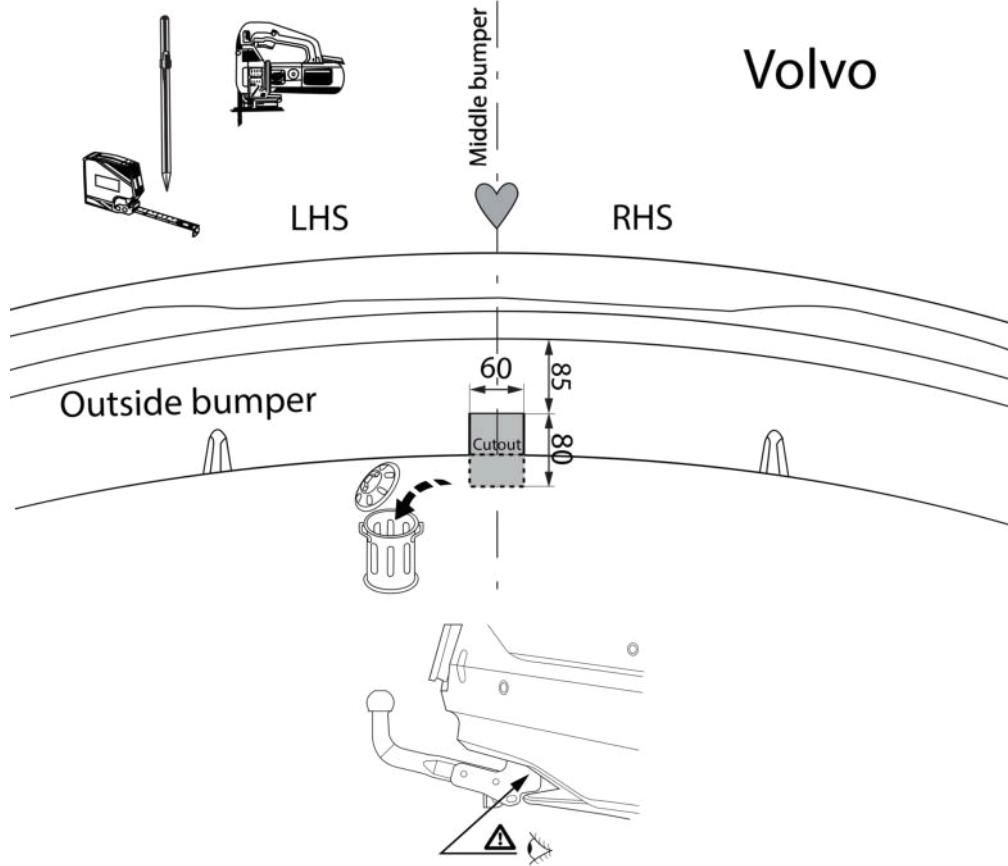

Fig. 3
7. Выпилить обозначенную часть, как указано на рис. 3,4,5.